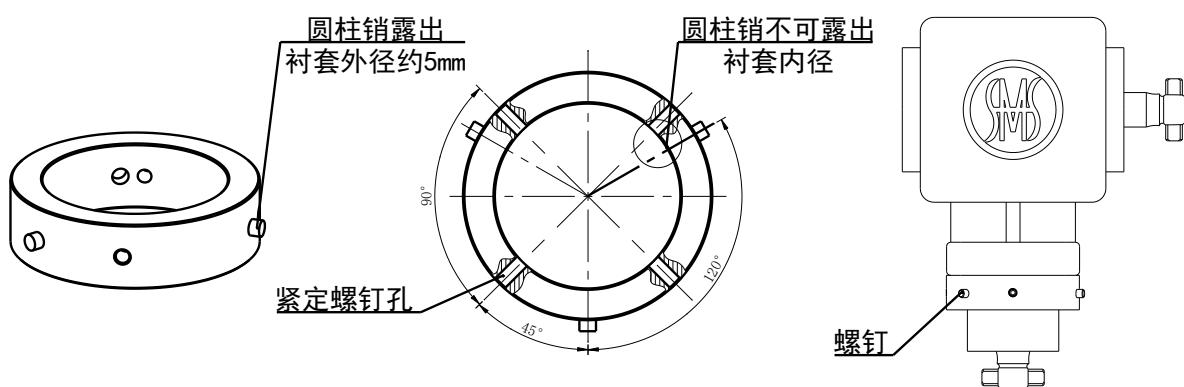

图 8-6 安装衬套的规范要求
1. 将 3 个不锈钢圆柱销 6×16 固定在衬套上（120°均分），露出衬套外径 5mm 左右，内径处不可露头。（见图 8-6）
2. 将衬套置于伞齿轮盒的下端，用 4 个 M6×10 的紧定螺钉固定（90°均分）（见图 8-6）。